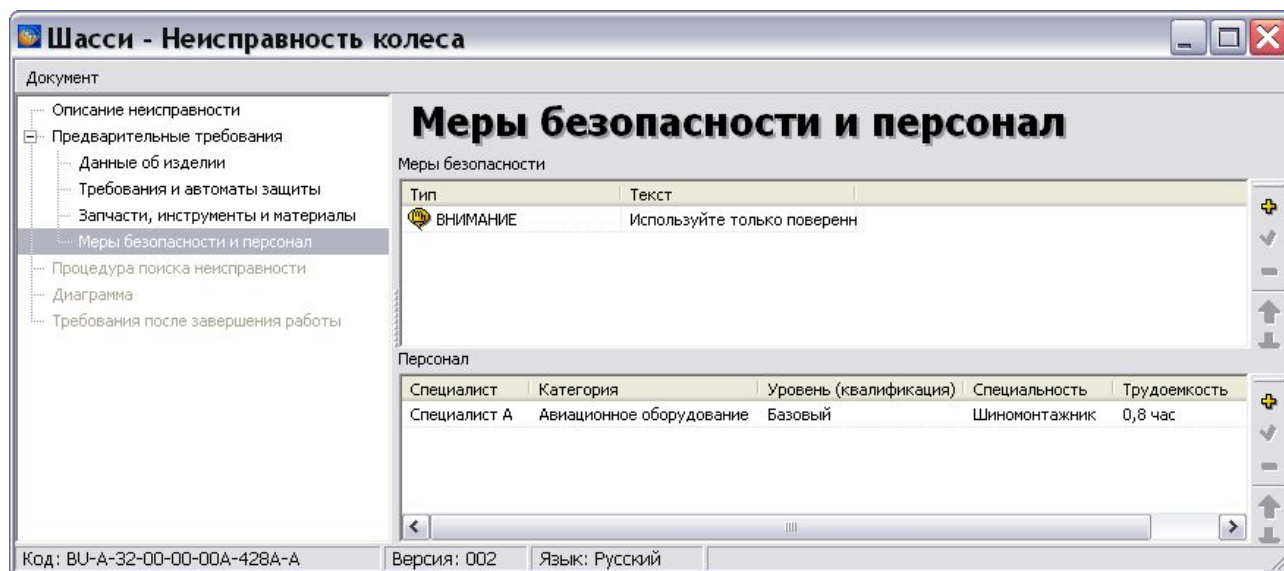

Рис. 6.26
3. Нажмите на кнопку **Применить**. На вкладке **Меры безопасности и персонал** отобразятся введенные данные (Рис. 6.26).